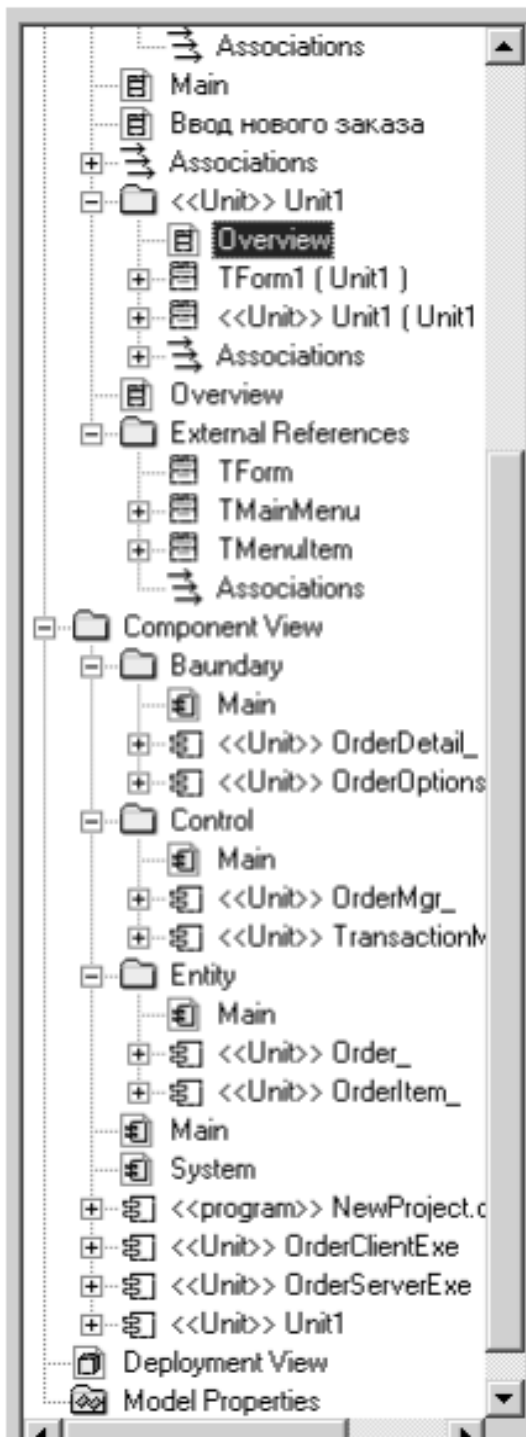

Рис. 16. Окно Rose Delphi Link после кодогенерации
2) Курсором мыши нажмите клавишу Update ALL со стрелкой влево (обновление модели Rose на основе изменений проекта Delphi). В результате в модели Rose должны произойти оппеленные изменения (рис. 16):